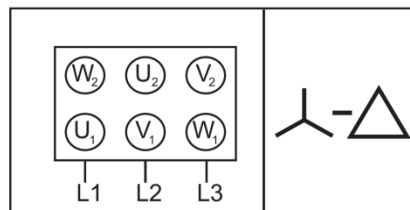

Fig. 9
- Per l'avviamento stella – triangolo le barrette di collegamento nella morsettiera devono essere eliminate. (vedi Fig. 9).